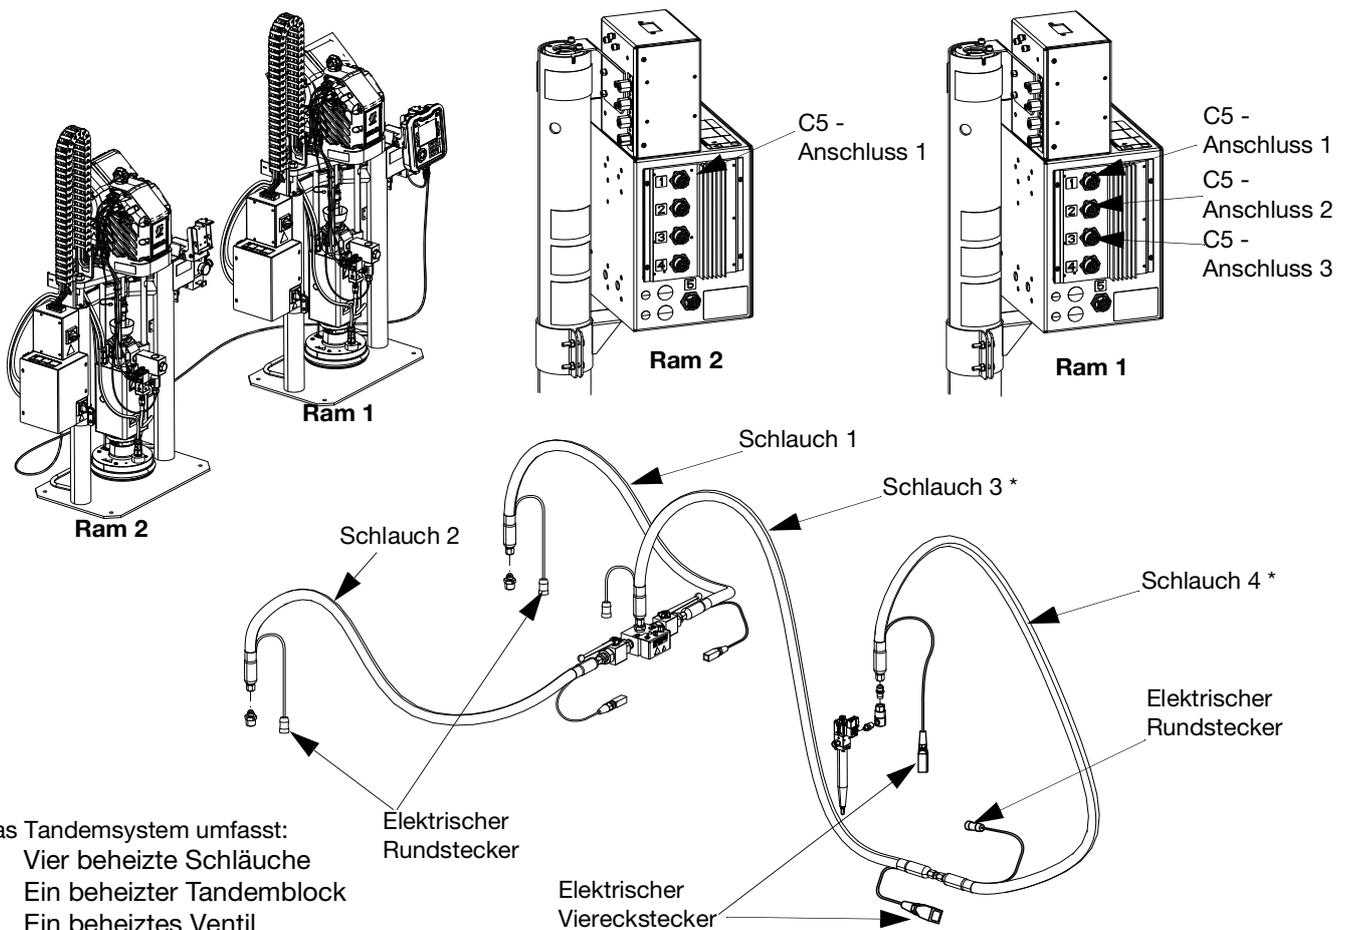

ABB. 33
- Beheiztes Ventil – Viereckiger elektrischer Anschluss von Schlauch 4 zum iQ-Dosierventil (B).
- Beheizter Tandemblock – Viereckiger elektrischer Stecker von Schlauch 1 oder Schlauch 2 zum beheizten Tandemblock (R). Siehe ABB. 33.